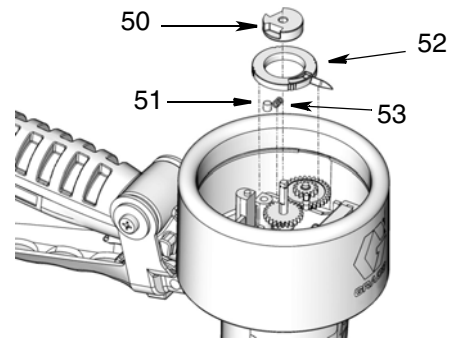

ABB. 23
4. Zeigerunterteil (52), Feder (53), Stift (51) und Einsatz (50) wie in ABB. 23 gezeigt anbringen. Die Einsatz-Stellschraube mit einem Sechskantschlüssel festziehen.